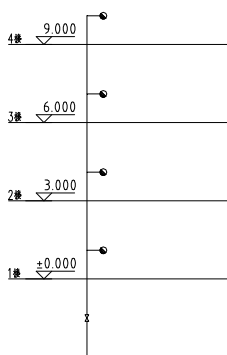

图 8-117 连注标高
调用连注标高命令，可以连续标注标高，通常用于立剖面标高标注。如图 8-117 所示为连注标高命令的操作结果。连注标高命令的执行方式有：
下面以图 8-117 所示的连注标高结果为例，介绍调用连注标高命令的方法。
④ 此时,【标高标注】对话框并没有关闭;在“楼层标高”选项下修改参数为 0 的标高标注,依次修改为 3、6、9,继续绘制楼层标高标注,结果如图 8-117 所示。